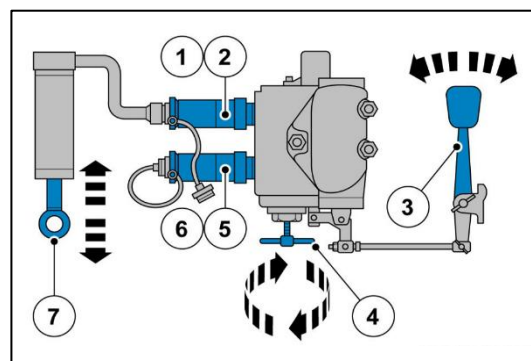
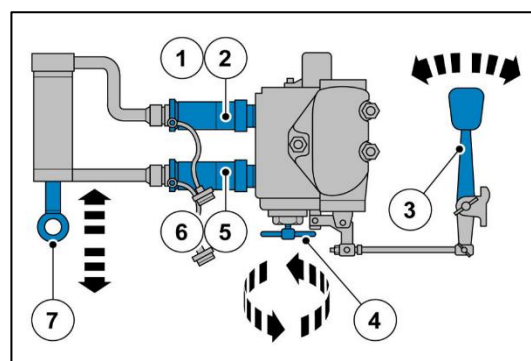

Fig. 217 : VANNE À TIROIR POUR VÉRIN SIMPLE EFFET
Fig. 218 : VANNE À TIROIR POUR VÉRIN DOUBLE EFFET
Le tracteur peut être équipé d'une vanne de commande à une section (Fig. 217) ou à deux sections (Fig. 218) montée à l'arrière. Les sections à rappel par ressort, disposition standard, sont équipées d'un ressort les faisant revenir automatiquement en position neutre lorsqu'elles sont relâchées.
- Pour actionner un vérin simple effet, tourner la vis de commande (élément 4 sur la figure 217) jusqu'en position complètement ouverte, puis utiliser le coupleur (élément 1 sur la figure 217) ou (élément 2 sur la figure 217).
- Pour déployer le vérin (élément 7 sur la figure 217), actionner la vanne à tiroir (élément 5 sur la figure 217) ou (élément 6 sur la figure 217).
- Tirer le levier (élément 3 sur la figure 217) vers le haut depuis la position neutre.
- Pour rétracter le vérin (élément 7 sur la figure 217), pousser le levier (élément 3 sur la figure 217) vers le bas depuis la position neutre.
- Pour actionner un vérin double effet, tourner la vis de commande (élément 4 sur la figure 218) jusqu'en position complètement fermée.
- Pour déployer le vérin (élément 7 sur la figure 218), actionner la vanne à tiroir (élément 5 sur la figure 218) ou (élément 6 sur la figure 218).
- Tirer le levier (élément 3 sur la figure 218) vers le haut depuis la position neutre.
- Pour rétracter le vérin (élément 7 sur la figure 218), actionner la vanne à tiroir (élément 1 sur la figure 218) ou (élément 2 sur la figure 218).
- Pousser le levier (élément 3 sur la figure 218) vers le bas depuis la position neutre.